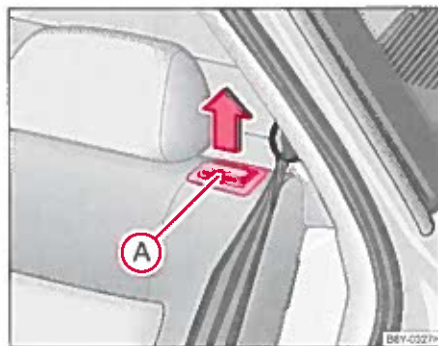

Fig. 52 Sikring af bagsædets ryglæn
- Træk i knappen A og klap ryglænet sammen frem ad ⇒ fig. 52.
- Kontroller at den røde del på sikringsknappen A ikke længere ses ⇒ fig. 52
Bagsædet er udstyret med en viser til ryglæn-låsen. Når bagsædet læn frigives, skyder sikringsknappen  ⇒ side 67, fig. 52 ud til en rød flade bliver synlig. Når bagsæderyglænet er gået korrekt i indgreb, skydes den røde tap B ind i ryglænet igen, og den kan ikke længere ses.